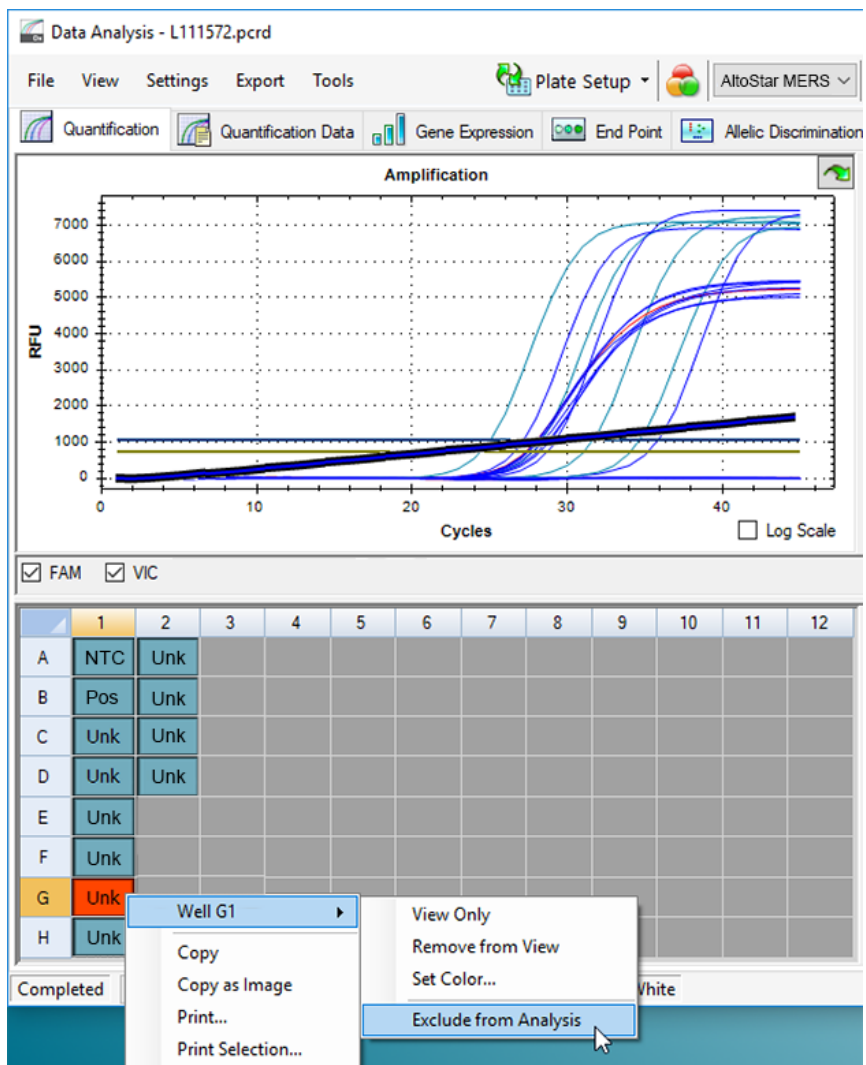

Figura 7: Ventana Data Analysis (análisis de datos): exclusión de un pocillo del análisis
- Haga clic en cada pocillo afectado con el botón derecho del ratón y seleccione **Well...** → **Exclude from Analysis** (pocillo... → excluir del análisis) (consulte la figura 7).